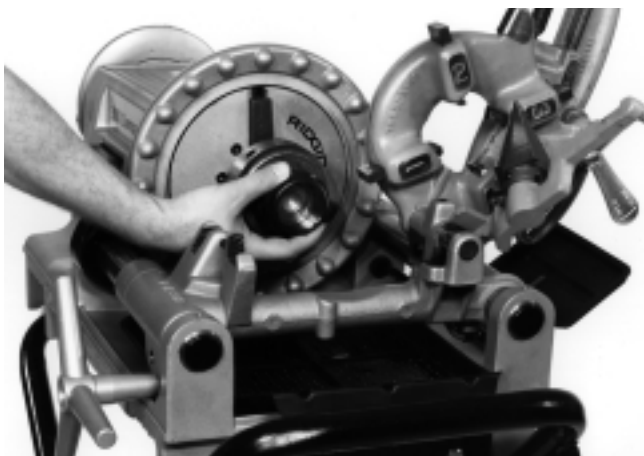

Figura 17 – Instalación del cuerpo del mandril niple y el adaptador
4. Escoja un adaptador niple del tamaño apropiado y enrósquelo a mano en el mandril niple (Figura 17). Apriételo con la llave incluida con el mandril niple.